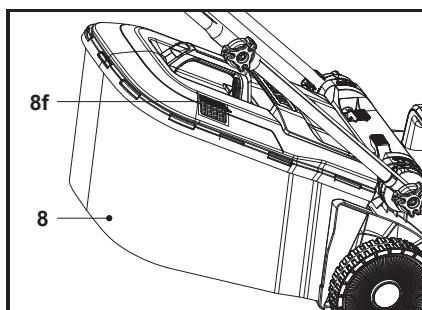

Fig. 11
1. Tant que la trappe (8f) est ouverte, le bac de ramassage (8) peut encore recueillir de l'herbe (Fig. 11).